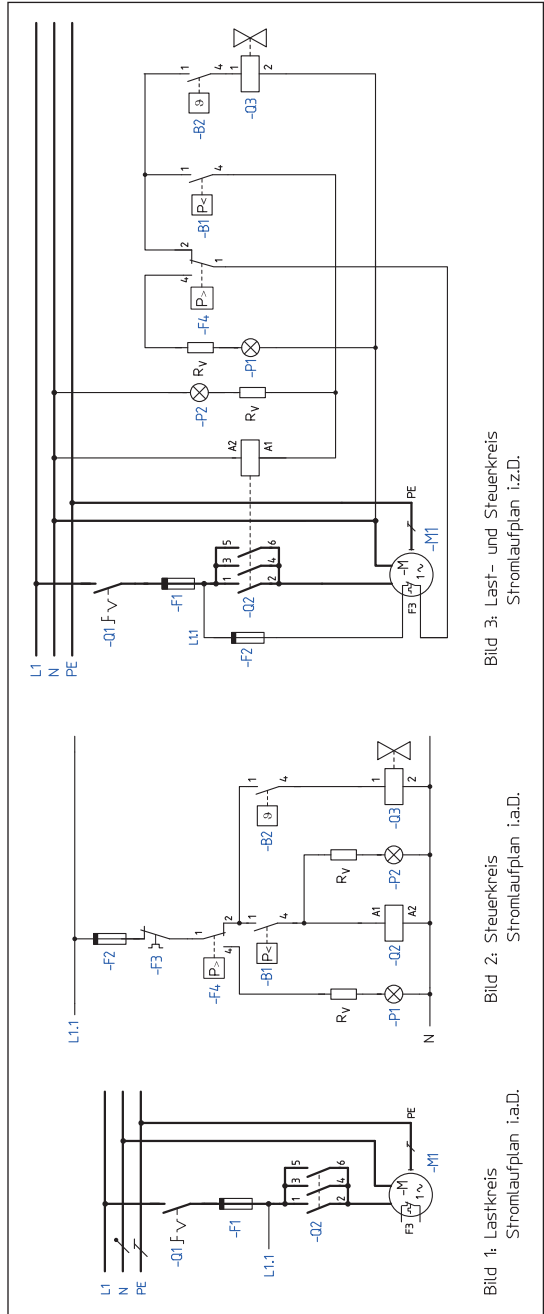

Abb. 8.4
1. Stromlaufpläne siehe Abbildung 8.4